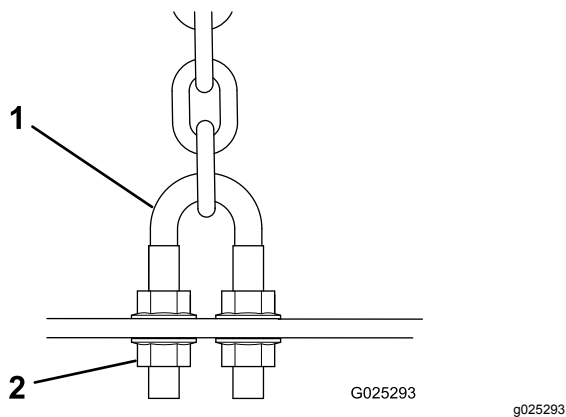

Рисунок 16
1. Отверните гайки U-образных болтов крепления подъемной цепи к днищу деки (Рисунок 16).
3. Установите U-образные болты на деку с помощью снятых ранее гаек (Рисунок 16).